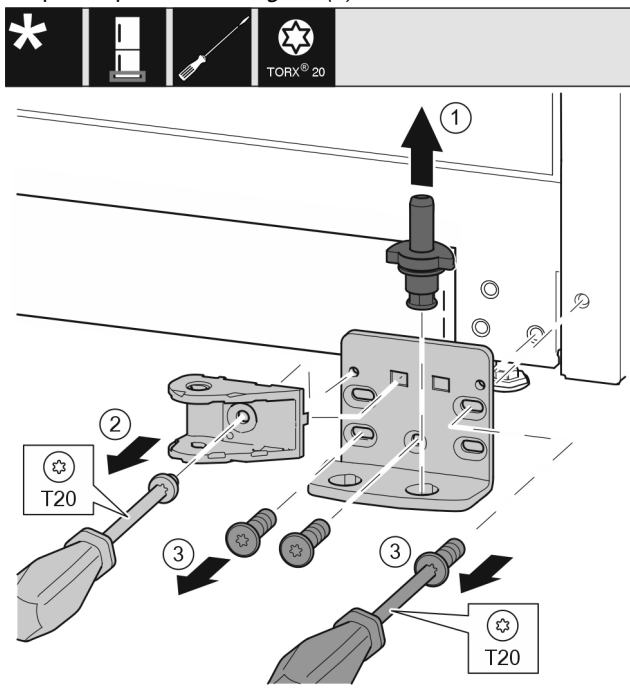

Fig. 21\*
- ▶ Опорний гвинт цілком витягніть рухом вгору.\* Fig. 21 (1)
- ▶ Викрутіть гвинт за допомогою викрутки T20 та зніміть з'єднувальний елемент демпфера.\* Fig. 21 (2)
- ▶ Викрутіть гвинти за допомогою викрутки T20 та зніміть опорний кронштейн.\* Fig. 21 (3)